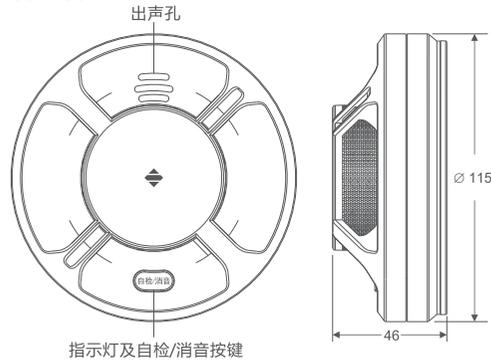

图1
说明：图1中，上盖、按键、PCB、下盖、底座组装成一个整体，尺寸单位：毫米。
- 抽出电池腔电池拉片，设备上电15秒后，长按发光按键（位置见图1）3秒，此时红色报警指示灯亮，蜂鸣器“嘀嘀”响。
3. 报警测试功能：报警器接入电源后即可进入正常工作，指示灯约6分钟左右闪亮一次（绿色），按下发光按键（位置见图1），蜂鸣器发出报警声同时指示灯恒亮（红色），松开发光按键报警器恢复正常工作状态；松开发光按键后，指示灯提示本地NB-IoT信号质量：绿灯——信号优，推荐安装；黄灯——信号良，酌情安装；红灯——信号差，禁止安装；
5. 报警消音功能：报警器报火警后，按下发光按键（位置见图1）3秒以上为报警消音，报警器的消音周期约为1分钟，在消音周期内报警器不会再报警，消音后报警器回到正常工作状态（此时若报警器内仍然有烟雾且烟雾浓度达到设定报警浓度则报警器还会继续报警）；